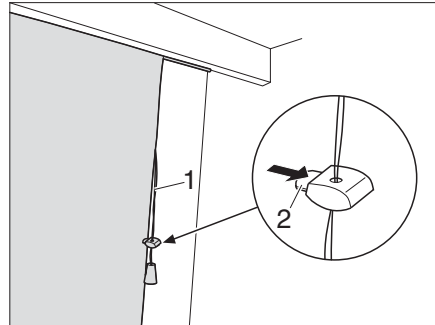

Bild 81 Hissgardin
- Dra snöret (Bild 81,1) neråt. Gardinen hissas upp med hjälp av snörena.
- Tryck på klämman (Bild 81,2) på hållaren och skjut hållaren till önskat läge.
- Tryck på klämman (Bild 81,2) på hållaren.